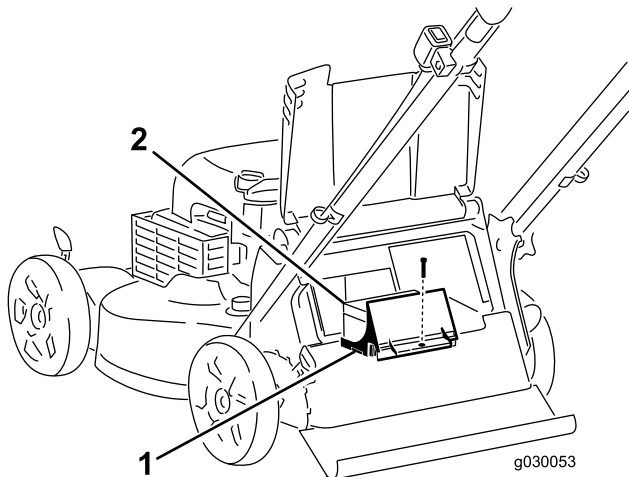

Figura 28
**Nota:** La máquina viene con un fusible de repuesto en el compartimento del cargador de la batería (Figura 28).